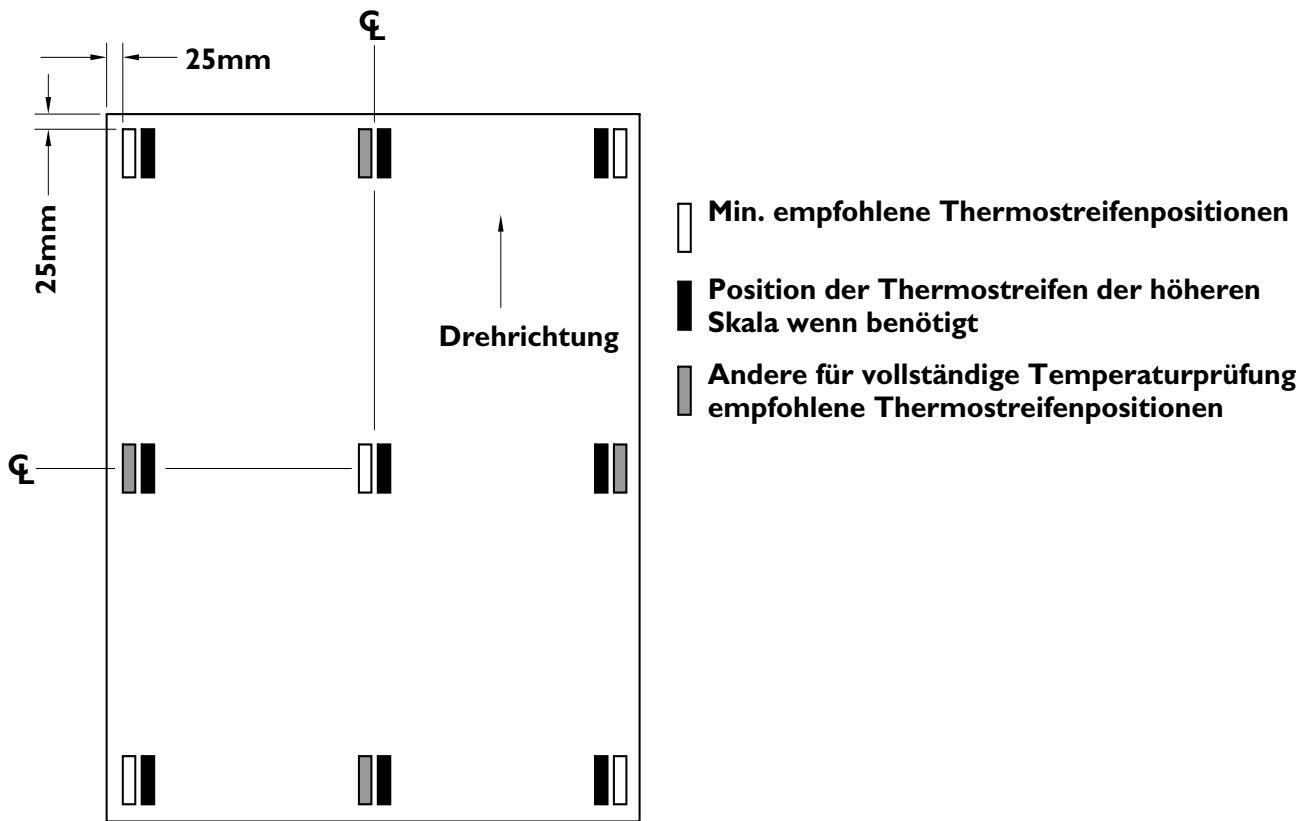

Abb. 7.2.2
4. Bei Verwendung einer neuen, vollständig gummierten 0,30 mm dicken Platte (mit voller Breite, wenn vorhanden), die im Tageslicht belichtet wurde, mehrere Thermostreifen auf die in Abb. 7.2.2 gezeigten Positionen an der Plattenunterseite kleben.